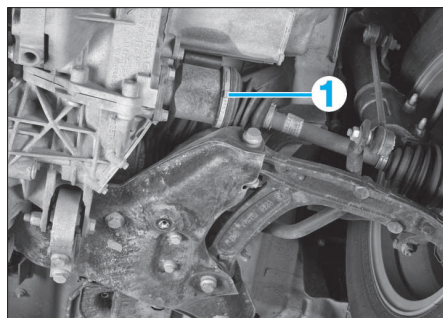

FIG. 5
- Desserrer le collier (1) (Fig.5) du soufflet.